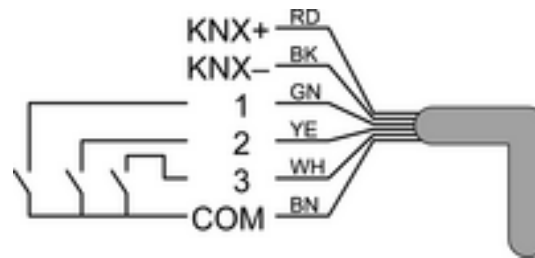

Bild 2
- Ggf. potentialfreie Kontakte (6) an Eingänge anschließen (Bild 2).